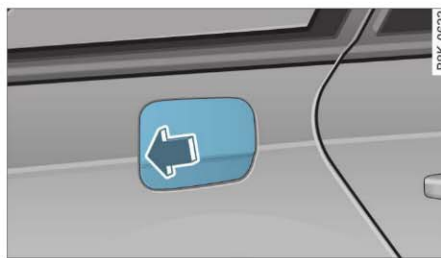

Fig. 214 Lateral dreapta spate: Deschiderea clapetei rezervorului
⇒ *pagina 217, fig. 214 -săgeata-*.
- Apăsați pe partea stângă a clapetei rezervorului ⇒ *pagina 217*, fig. 214 -săgeata-.